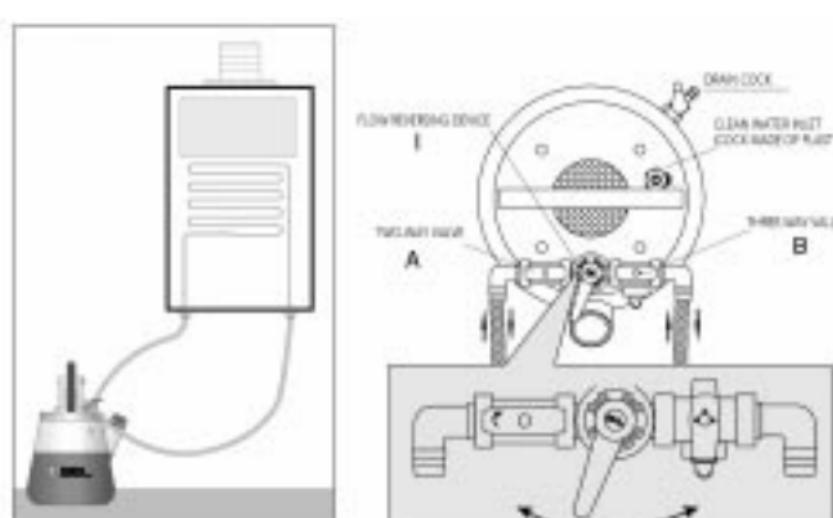

Fig. 1
Befestigen Sie die Schläuche an der zu entkalkenden Anlage und stecken sie den Netzstecker in eine 220V/50 Hz Schukosteckdose, öffnen den Deckel der Einfüllöffnung (zum Austritt auftretender Gase), bringen das Zwei- (A) und Dreiwegeventil (B) in die entsprechende abgebildete Position (Abb. 1), schließen die Frischwasserzufuhr (Clean Water inlet) und schalten die Pumpe ein.